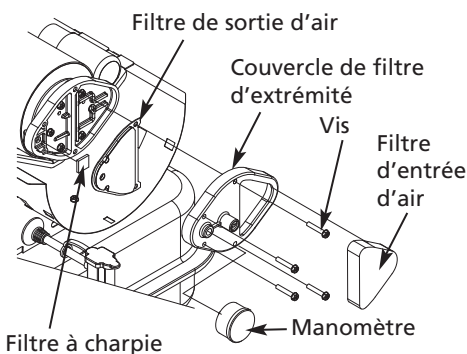

Figure 14 – Filtre
- Enlever l'enveloppe supérieure et la protection du ventilateur (voir le filtre d'entrée d'air à la Figure 14).
- Tournez l'adaptateur de 1/9 de tour (40°) dans le sens contraire des aiguilles d'une montre et tirez-le vers le moteur pour le retirer. (Consultez la figure 14.)